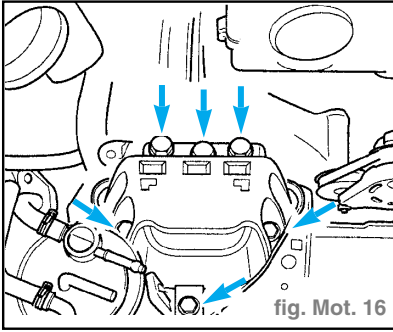

fig. Mot. 16
- Dévisser les vis de fixation du moteur (flèches) et procéder à la dépose complète du palier de moteur (fig. Mot. 16).